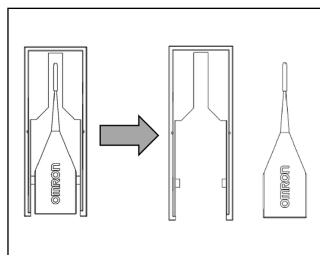

図1
- (1) コーディングキーをプロテクター部から折り取ってください。(図1)